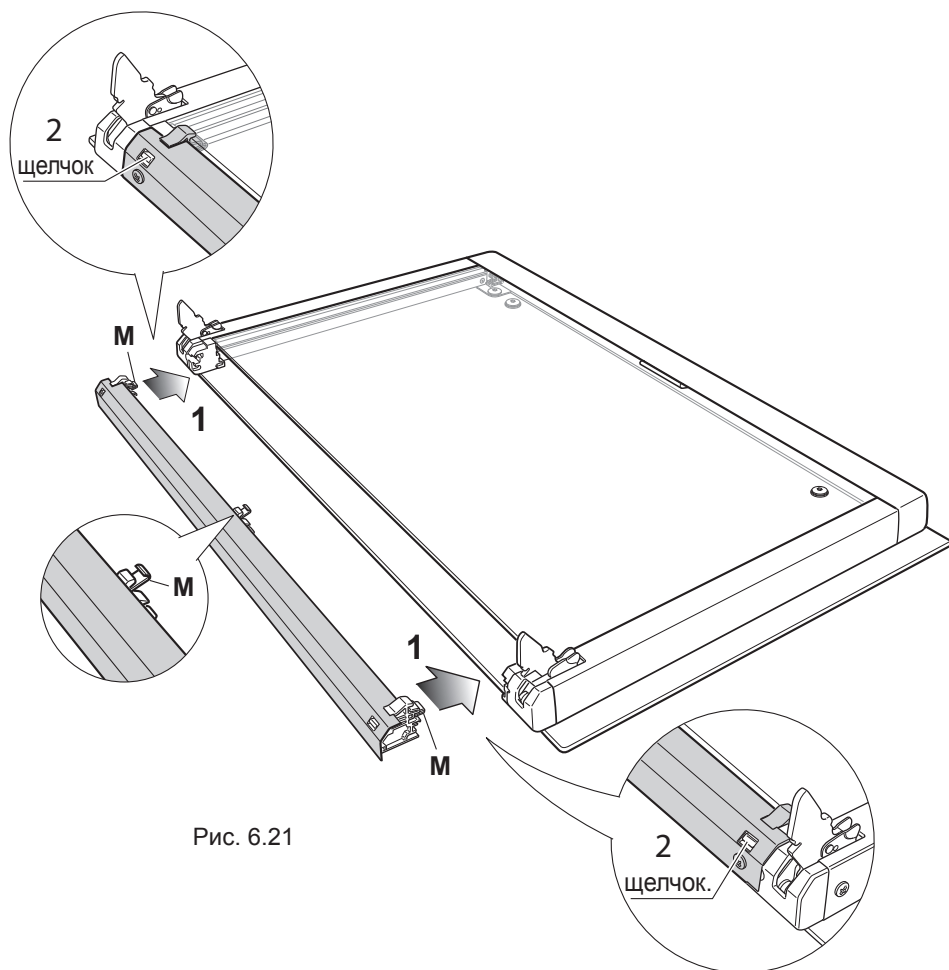

Рис. 6.21
1. Установите крепеж, как показано на рис. 6.21. Убедитесь, что зажимы “М” не деформированы и не повреждены.